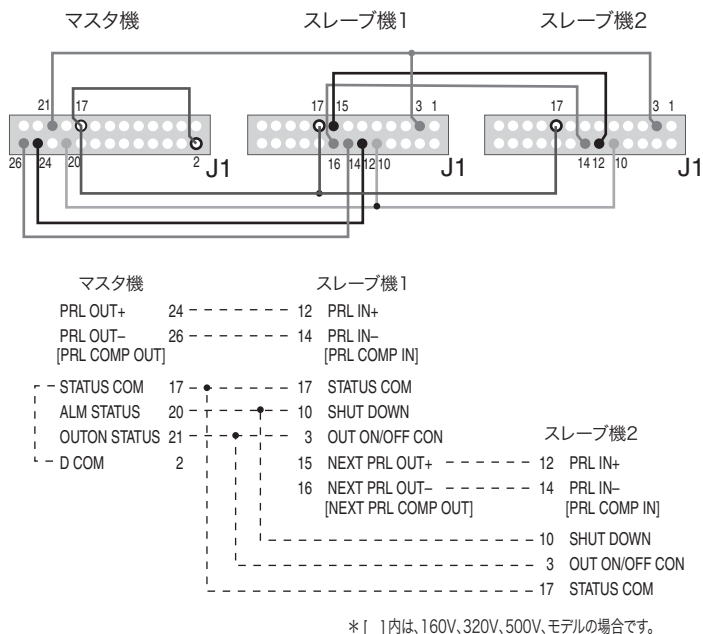

図 5-6 並列運転の接続
マスタ機のアラームが作動した場合は、図 5-6 のようにマスタ機の ALM STATUS とスレーブ機の SHUT DOWN を接続することにより、スレーブ機をアラーム状態にしてシステム全体の OUTPUT を OFF または POWER スイッチを OFF します。
本機3台のワンコントロール並列運転は、図 5-6のように接続します。ワンコントロール並列運転時の最大出力電流は、単体の定格出力電流 × 並列台数です。
2. 後面パネルの J1 コネクタを図 5-6 のようにそれぞれ接続します。